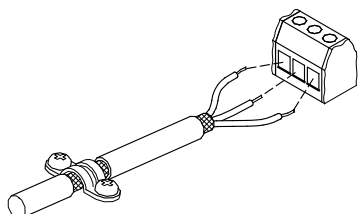

Рис. 20 Пример снятия изоляции кабеля с экраном
- По возможности оставляйте экран как можно ближе к соединительным клеммам. См. рис. 20.